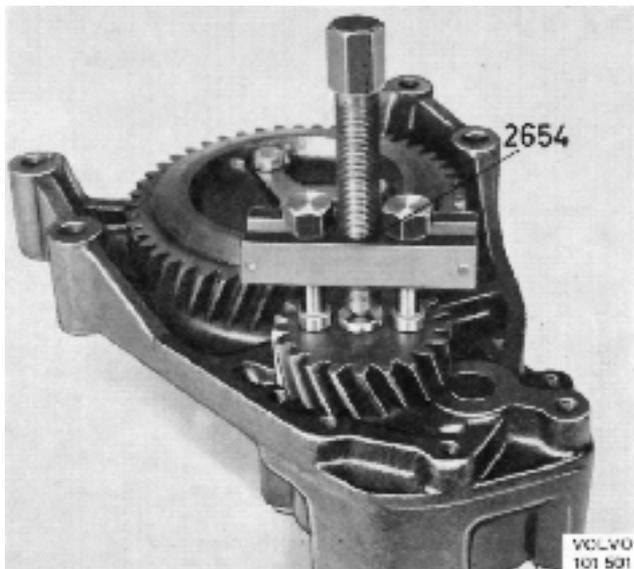

Fig. 60. Démontage du pignon de commande
2. Enlever les circlips (4) du pignon de commande et retirer le pignon à l'aide de l'extracteur 2654 (Figure 60). Enlever la clavette de l'arbre.